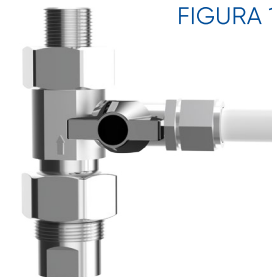

FIGURA 15
3. Gire a alça do "Feed Water Adapter" (Adaptador de água de alimentação) de modo que fique paralelo ao "White PE Tubing" (Tubo PE branco) (Figura 15).